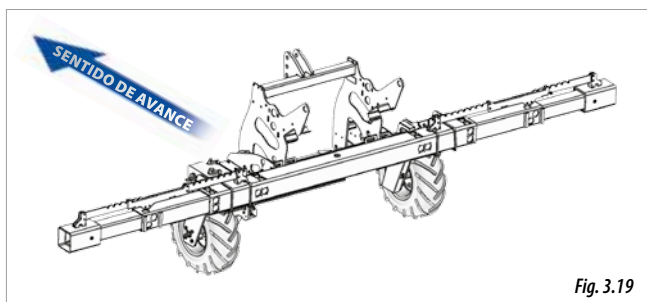

Fig. 3.19
- SIMPLE TELESCÓPICO HIBRIDO (Fig. 3.19).